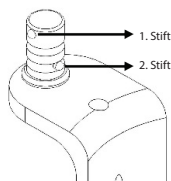

Abbildung 5
- Wenn eine feste Verbindung bevorzugt wird, sollte der zweite Stift mit der Nut ausgerichtet werden, und die Klinge wird nach oben geschoben. Wenn der zweite Stift mit dem **Klingenhalter** in Kontakt kommt, bleibt die **Retraktorklinge** befestigt (Abbildung 5).